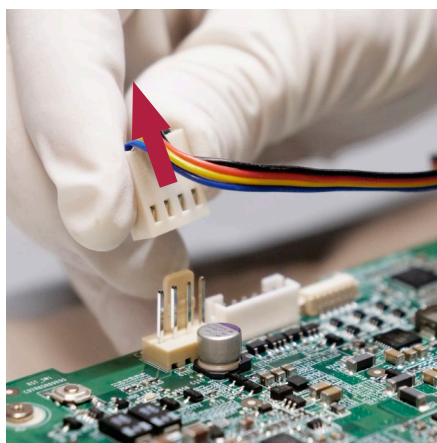

図 23 ファンケーブルを外す
メインボード上のファンコネクタの位置を確認し (図 12 を参照)、ファンコネクタを取り外します (図 23 を参照)。
- g) ファンケーブルを接続します（図12および図23を参照）